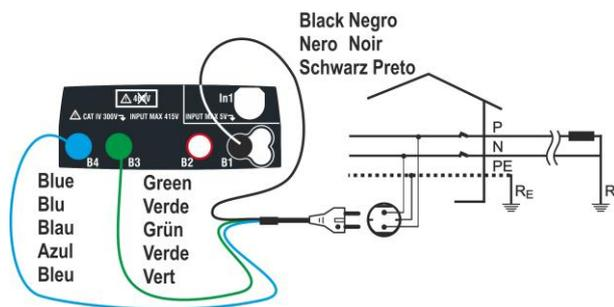
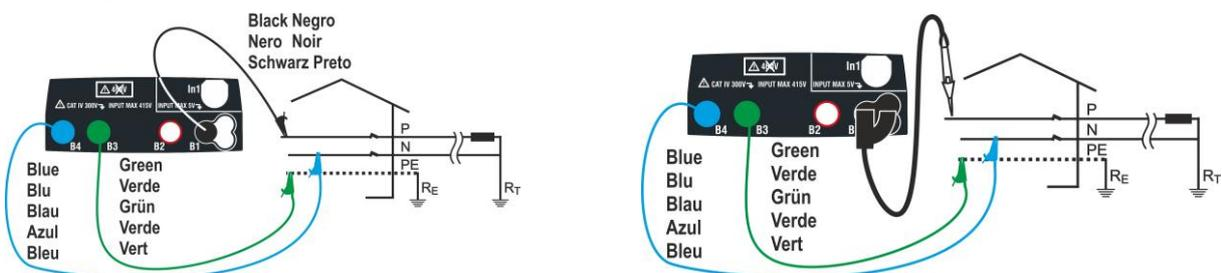
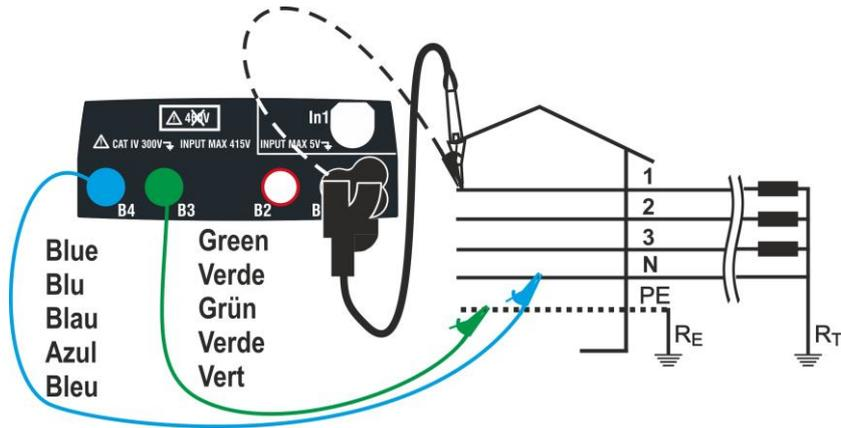
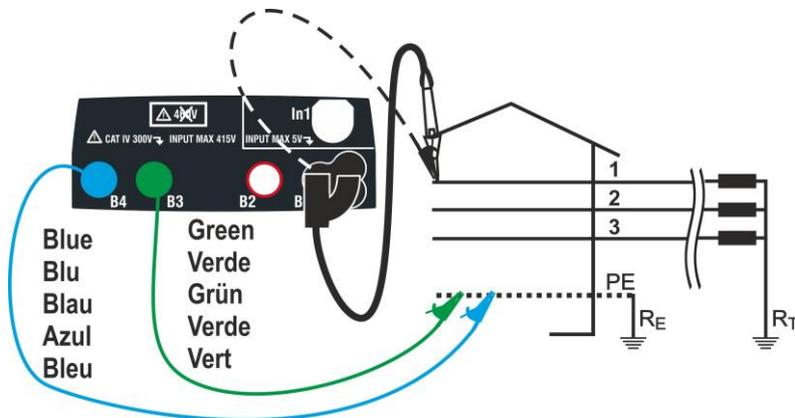

Fig. 18 : Mesure P-N/P-PE en installations monophasées 230V par fiche shuko
Fig. 19 : Mesure P-N/P-PE en mono/bi-phase 230V par câbles et embout à distance
Fig. 20 : Mesure P-N/P-PE en installation triphasée 400V+N+PE par câbles simples et embout à distance
Fig. 22 : Mesure P-PE/P-N en 400V + PE (sans N) par câbles simples et embout à distance
4. Effectuer l'étalonnage préliminaire des cordons de test comme décrit dans le § 6.4.2 Connecter la fiche shuko, les crocodiles ou l'embout à distance au réseau électrique comme d'après les Fig. 18, Fig. 19, Fig. 20 et Fig. 22.